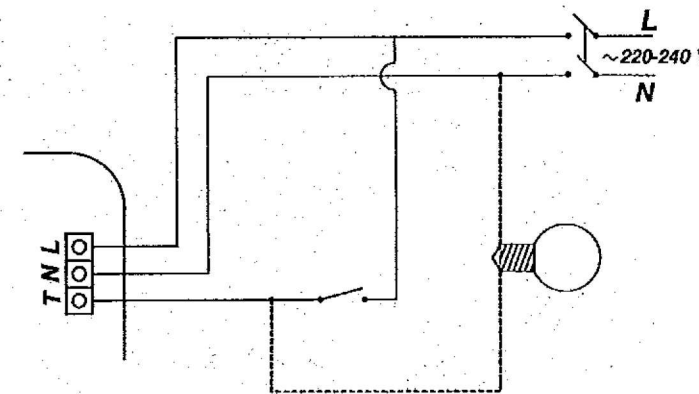

Fig. 8
**TIMER MODEL (fig. 8)**
**MODEL MED TIMER (fig. 8)**